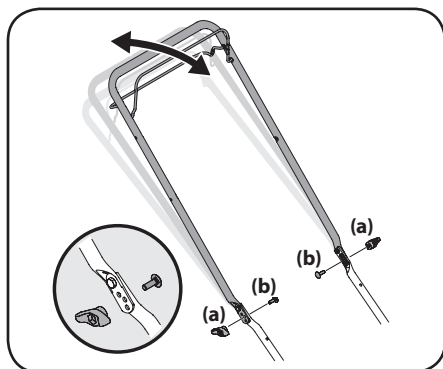

Figure 2-13
1. Retirez les écrous à oreilles (a) et les boulons ordinaires (b) du guidon. Voir la Figure 2-13.
2. Choisissez la position la plus confortable parmi les trois positions possibles. Voir le détail de la Figure 2-13.